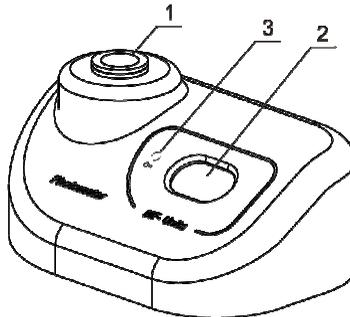

Abb. 3 Allgemeine Ansicht
- 3.4.5. Stecken Sie das Röhrchen mit der Standardlösung entsprechend dem Wert des Kalibrierpunktes in den Steckplatz des Densitometers (Abb. 3/1).
- Das Display schaltet sich aus, wenn sich eine Minute lang kein Röhrchen im Steckplatz befindet. Drücken Sie die Taste **On** (Ein) (Abb. 3/3), um das Gerät zu aktivieren.
- 4.3. Folgende Anzeige erscheint ggf. auf dem Display (Abb. 3/2):
- 4.4. Schütteln Sie das Röhrchen mit der Lösung (es empfiehlt sich, zum Schütteln einen Vortex zu nutzen, z.B. Personal Vortex V-1 plus) und stecken Sie es in den Steckplatz des Densitometers (Abb. 3/1). Der McFarland-Wert der Lösung erscheint auf dem Display (Abb. 3/2).